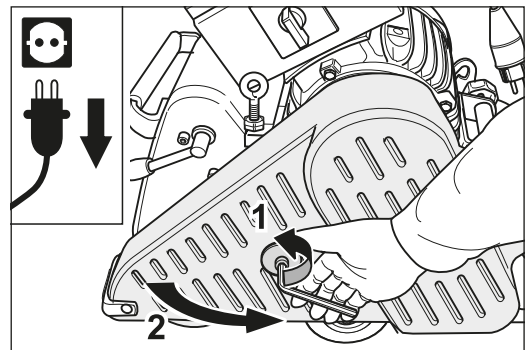
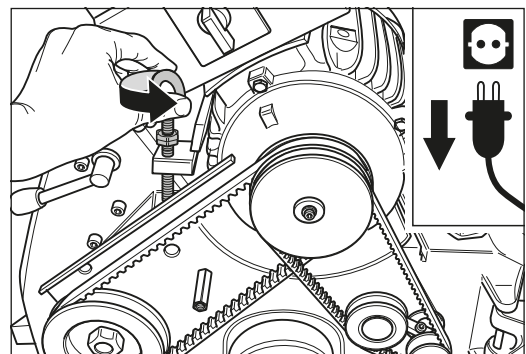

Fig. 49 Débranchez la machine et ouvrez la protection de la courroie.
Fig. 50 Dévissez la vis circulaire pour détendre la courroie trapézoïdale.
- 2 Pour retirer la courroie trapézoïdale, ouvrez la protection (fig. 49) et détendez la courroie en débloquant la vis circulaire (fig. 50).